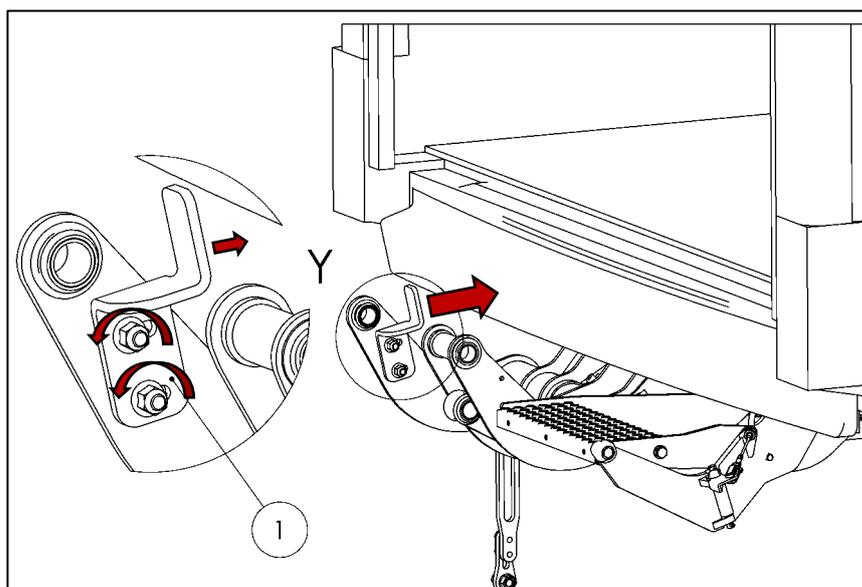

Fig. 52
- Afloje el tope de la plataforma (1) y empújelo hacia el vehículo (ver Fig. 52).